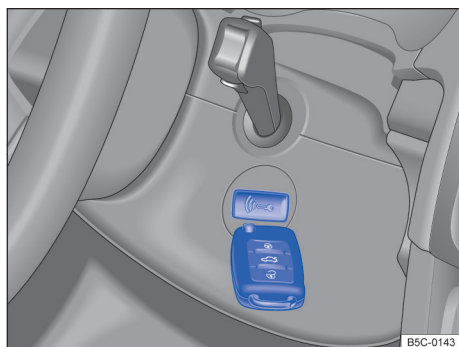

Fig. 122 À direita na coluna de direção: função de partida de emergência em veículos com sistema de travamento e de partida Keyless Access sem chave.
- Manter a chave do veículo diretamente após pressionar o botão de partida à direita da coluna de direção → Fig. 122.